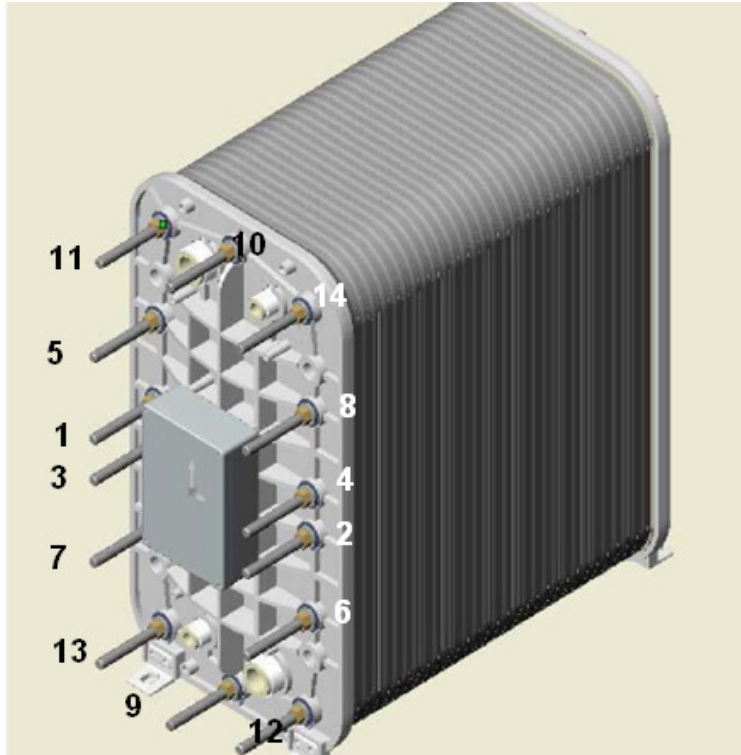

图 3-1 膜堆拧紧次序
在第一次启动 LX 膜堆前，先检查膜堆端板的联接螺栓螺丝帽的松紧程度。参照图 3-1 和表 3-1，按要求拧紧。但并不是所有膜堆都需要拧紧。
- **次序:** 图 3-1 显示了连接螺栓的拧紧次序。换句话说,就是从 1 号开始,到 14 号结束。
- **扭矩规格:** 表 3-1 给出了各联接螺栓需要的扭矩,联接螺栓号如图 3-1 所示。